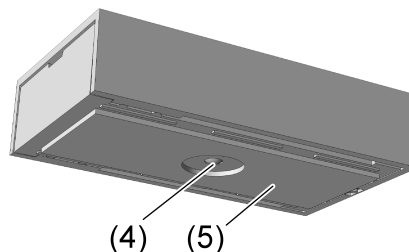

Bild 5: Gehäuseunterseite mit Klebepads
- Klebepad (5) auf Gehäuseunterseite aufbringen (Bild 5). Dazu die Schutzfolie einseitig abziehen, auf die Gehäuseunterseite des Sensors auflegen und fest andrücken. Der Lichtleiter (4) für die Helligkeitsmessung darf dabei nicht überklebt werden.